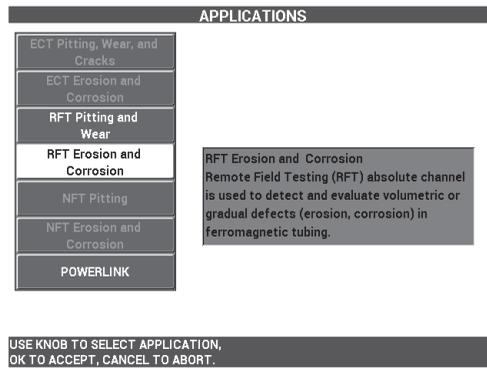

Figura 5-212 L'applicazione RFT erosione e corrosione
2. Selezionare **CONTINUA** (premere il tasto A) e usare la manopola per selezionare **RFT erosione e corrosione** e premere ✓ per confermare (vedere Figura 5-212 a pagina 293).